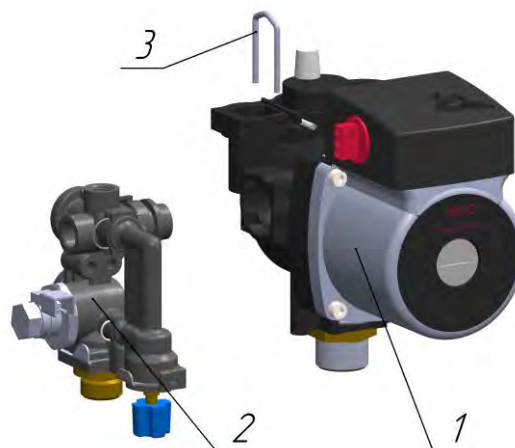

Рис. 15 Демонтаж насоса
Для разделения насоса (1) и входного гидроблока (2) необходимо вытащить фиксатор (3) и совершить вращательное движение блока и насоса в различных направлениях с одновременным разнесением их относительно друг друга, см. рисунок 15.